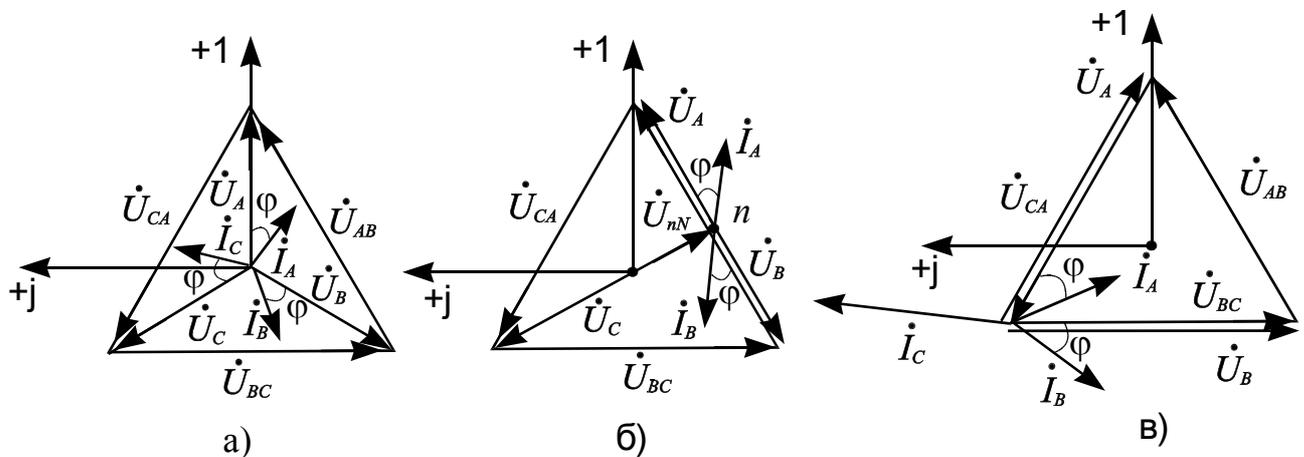

Рис. 3.3.2
Векторная диаграмма для данного режима показана на рис. 3.3.2в.
7. Векторные диаграммы, показанные на рис. 3.3.2, построены для симметричного режима рис. 3.3.2а и для режима с отключенной фазой c рис. 3.3.2 б. Токи отстают от соответствующих фазных напряжений на угол $\varphi = \arccos \frac{R_\Phi}{Z_\Phi} = 36,87^\circ$, т.к. характер приемника активно-индуктивный.